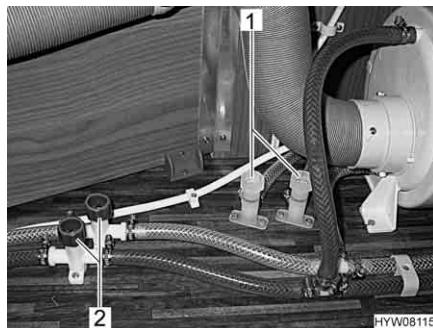

Fig. 120 Rubinetti di scarico per scaldacqua
■ Chiudere tutti i rubinetti di scarico. Ruotare i coperchi (Fig. 120,1 e 2) in senso orario.
■ Aprire tutti i rubinetti di scarico. A tal fine ruotare i coperchi (Fig. 120,1 e 2) in senso antiorario.